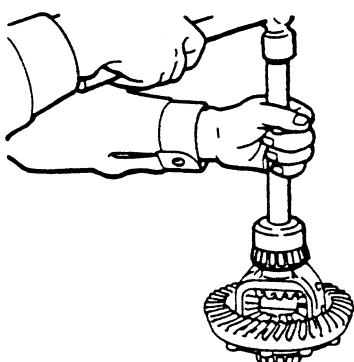

图 4-129 定位轴承座圈
(3) 装上所需要垫片置于轮壳(从动大齿轮侧)上，放置轴承座圈于外壳轮毂上。依图 4-129 所示使用轴承安装器将轴承座圈定位。